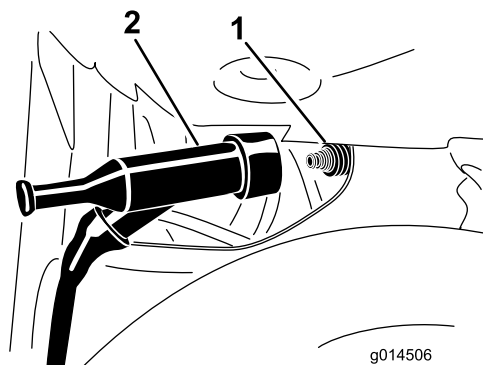

Figura 29
3. Desconecte el cable de la bujía del terminal de la bujía (Figura 29).
4. Conecte el cable de la bujía a presión en el terminal de la bujía (Figura 29).